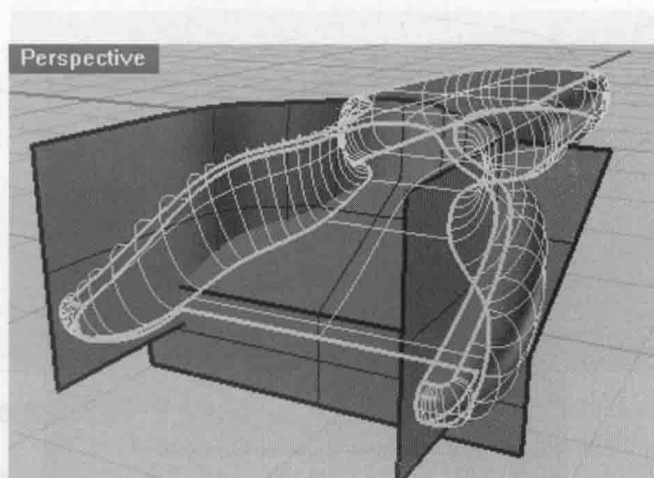
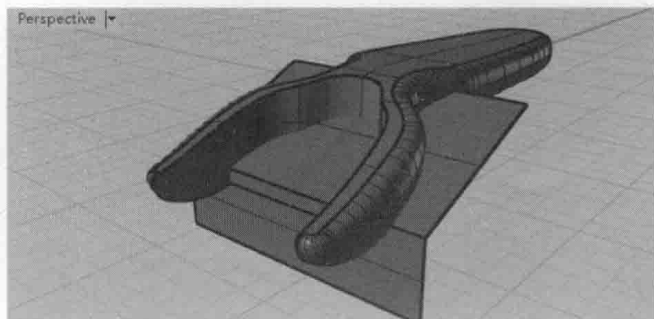

图 5-72 选择曲面对象
图 5-73 修剪曲面
(25) 选择剥皮刀主体再次单击【修剪】按钮 ，选择如图 5-72 所示，修剪后的效果如图 5-73 所示。